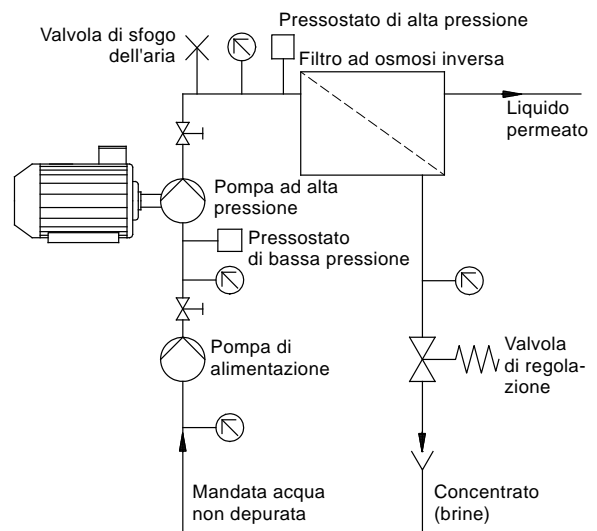

Fig. 11 Impianto di aumento pressione BME
6. Tubazioni in accordo agli schemi delle figure 11 e 12.
3. Continuare la procedura di riempimento fino alla fuoriuscita di acqua dalla valvola di sfogo dell'aria, vedere le figure 11 e 12.